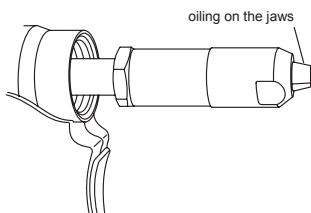

Fig. 03
1. Use an air line lubricator with SAE #10 oil, adjusted to two (2) drops per minute. If an air line lubricator cannot be used, add air motor oil to the inlet once a day.
2. Apply one drop of machine oil to the chuck jaws every 5,000 cycles (Fig. 03).
2. Unscrew the casing head with jaw spanner SW 24. Clean chuck jaws, chuck jaw seats and casing head. Lubricate the chuck jaws (Fig. 03). Assemble casing head in opposite sequence (do not overtighten casing head).
1. Emplee un lubricante de línea de aire con aceite SAE nº 10, ajustado a dos (2) gotas por minuto. Si no se puede utilizar un lubricante de línea de aire, aplique aceite para motor neumático al orificio de entrada una vez al día.
2. Ponga una gota de lubricante para maquinaria en el porta fauces cada 5.000 ciclos (Fig. 03).
2. Desenrosque el cabezal del chasis con la llave para fauces SW 24. Limpie los portafauces, los soportes de porta fauces y el cabezal del chasis. Lubrique los porta fauces (Fig. 03). Monte el cabezal del chasis en la secuencia opuesta (no fuerce el cabezal del chasis).
1. Utilisez un lubrificateur sur la conduite d'air réglé pour dispenser deux (2) gouttes d'huile SAE #10 par minute. Si vous ne pouvez pas utiliser un lubrificateur sur la conduite d'air, ajoutez de l'huile de moteur dans l'unité d'admission une fois par jour.
2. Appuyez une goutte d'huile mécanique sur les mâchoires tous les 5000 cycles (Fig. 03).
2. Dévissez la tête du boîtier avec la clé plate SW 24. Nettoyez les mâchoires et leurs montures ainsi que la tête du boîtier. Lubrifiez les mâchoires (Fig. 03). Remontez la tête du boîtier en suivant la procédure inverse (ne serrez pas excessivement la tête du boîtier).